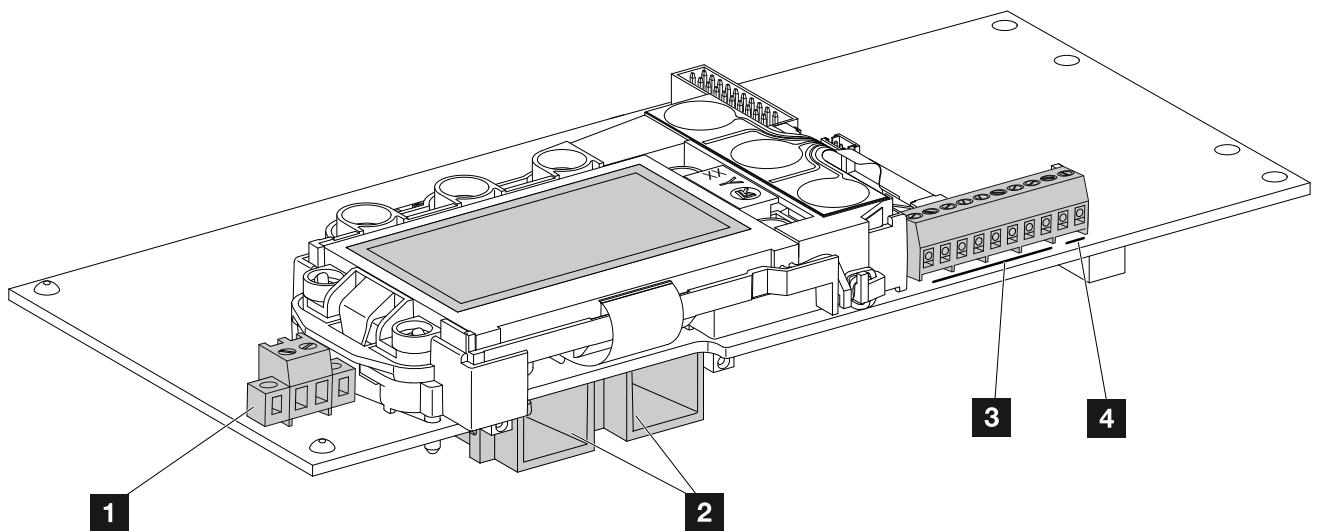

Fig. 38: Kommunikationsboardets komponenter
6. Isæt DC-strengegenes bøsninger og stik ved vekselstrømsomformeren. **Fig. 38**